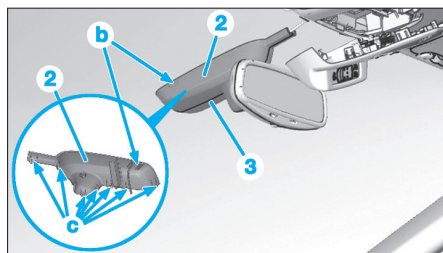

Fig. 2
- la garniture (2) (Fig.2) en (b) et (c).